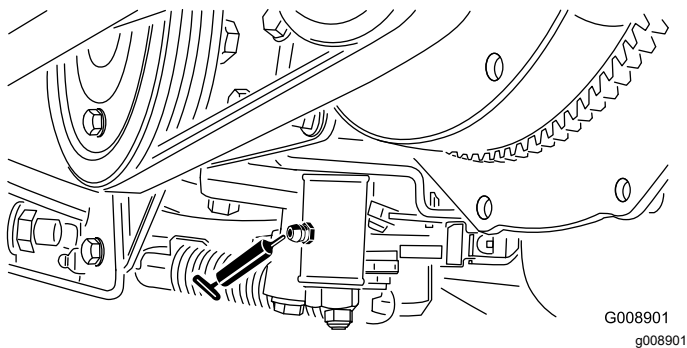

Bild 60
- Leerlaufeinstellung (Bild 60)